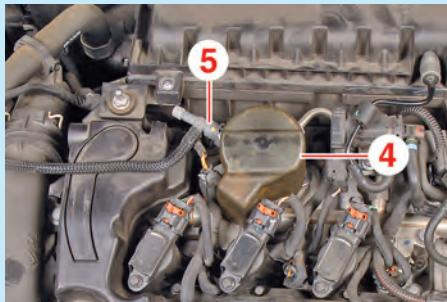

Fig.2
- les conduits d'air (3),
- Déposer la protection (4) de la pompe haute pression (Fig.2).
- Débrancher le conduit de carburant (5).